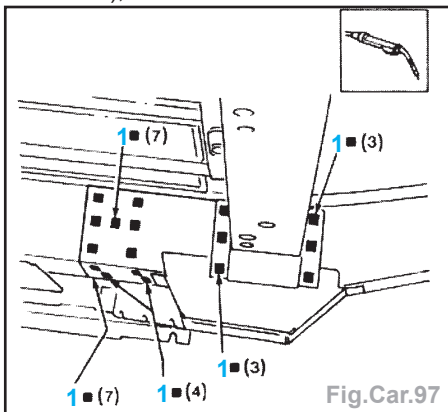

Fig.Car.97
- en remplissage (1) dans les trous (Fig. Car.97),